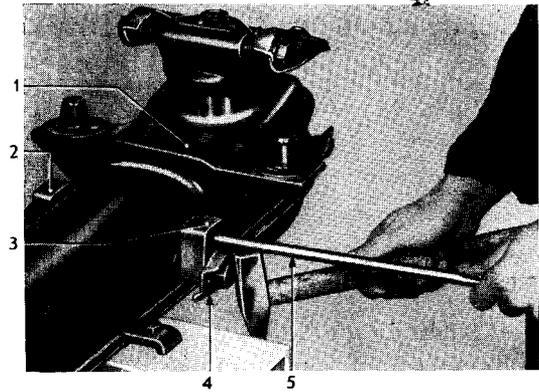

Bild 54 – Lenker-Vorspannstücke nach oben herausschlagen
9. Lenkervorspannstücke (54/2 und /3) zwischen Vorderachskörper (54/1) und Lenker (54/4) herausziehen. Erforderlichenfalls Vorspannstücke mit einem Rundeisenstab (54/5) nach oben herausschlagen (Bild 54).